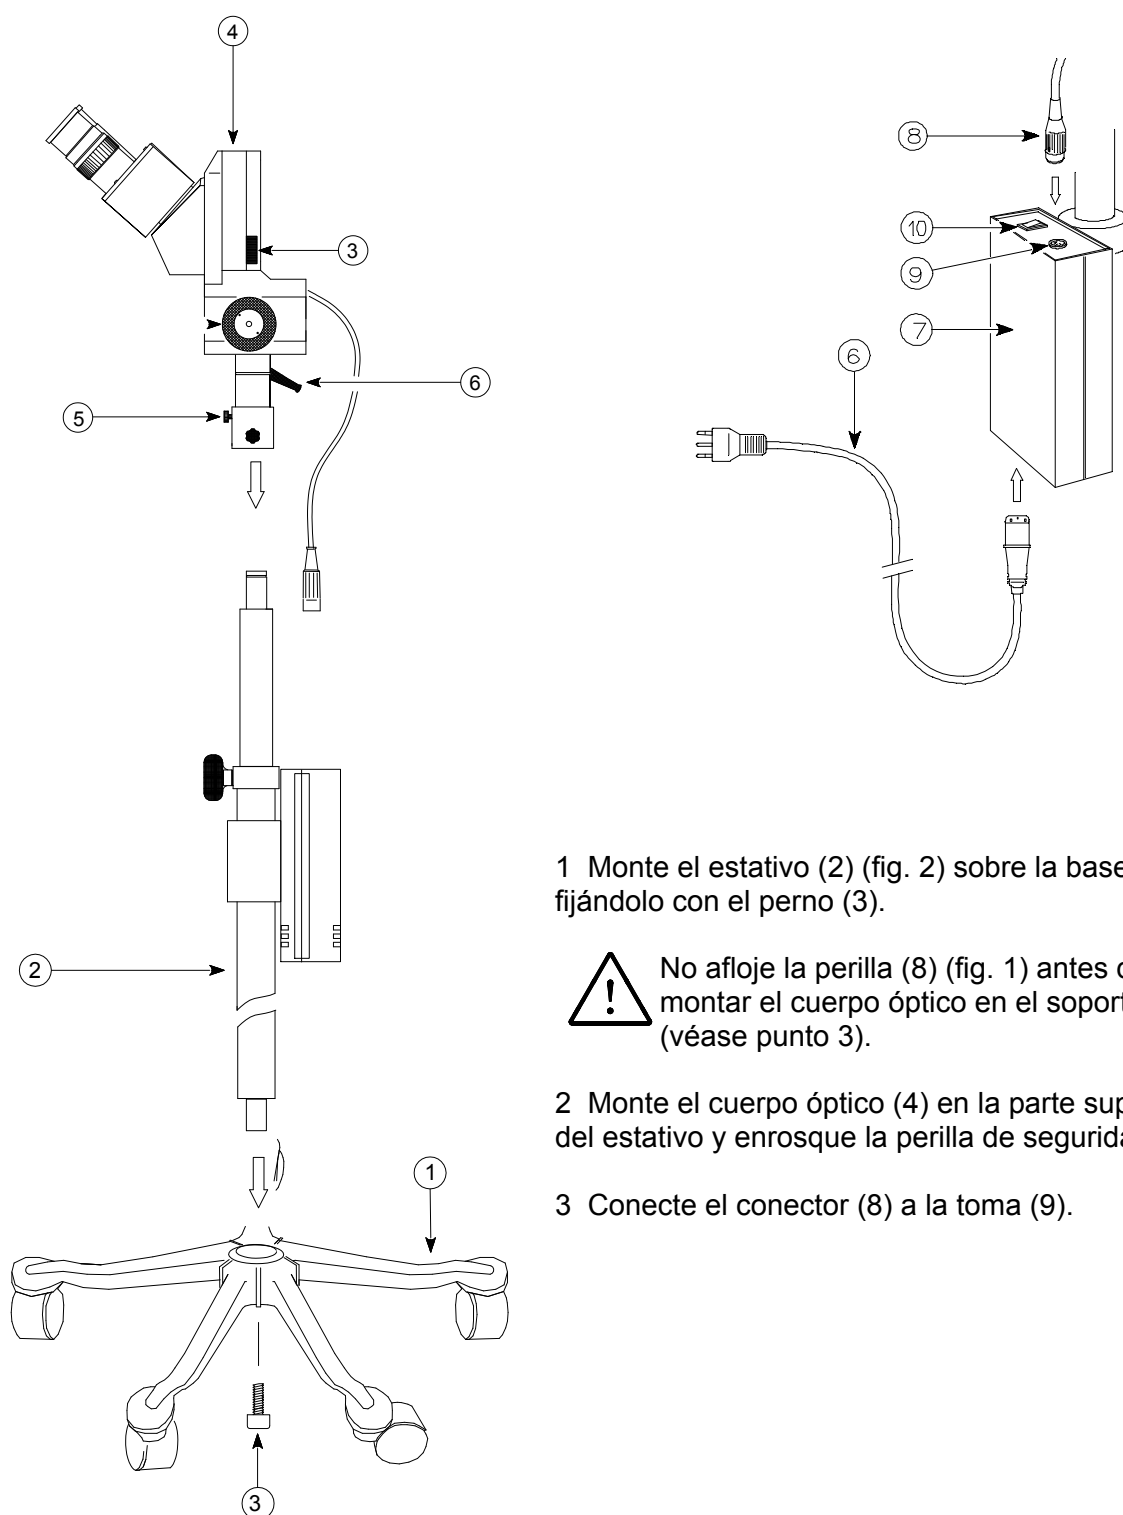

fig. 2
1 Monte el estativo (2) (fig. 2) sobre la base (1), fijándolo con el perno (3).
1) Conecte el cable de alimentación (6) (fig. 2) al enchufe tipo IEC presente en la parte inferior del generador de luz y a la toma de corriente.
3. Encender la fuente de alimentación accionando el interruptor (10) fig. 2.